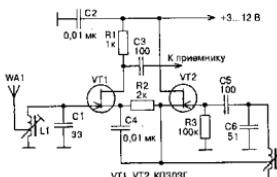

Рис. 7.1. Схема УКВ конвертера на транзисторах
Конвертер (рис. 7.1) позволяет принимать сигналы с частотной модуляцией диапазона 65...73 МГц при помощи УКВ ЧМ приемника диапазона 88...106 МГц (FM). Входной сигнал с частотой 65...73 МГц выделяется входным контуром L1, C1, настроенным на середину этого диапазона, и поступает далее на затвор полевого транзистора VT1 типа КП303Г. На этом транзисторе выполнен преобразователь частоты. На истоке транзистора VT1 через конденсатор C4 подается сигнал гетеродина, выполненного на полевом транзисторе VT2 типа КП303Г. Контур гетеродина L2, C6 настроен на частоту 50 МГц. В результате входной сигнал преобразуется в сигнал частотой 88...108 МГц. Этот сигнал снижается со стока транзистора VT1 и через конденсатор C3 поступает на антенный вход промышленного приемника.